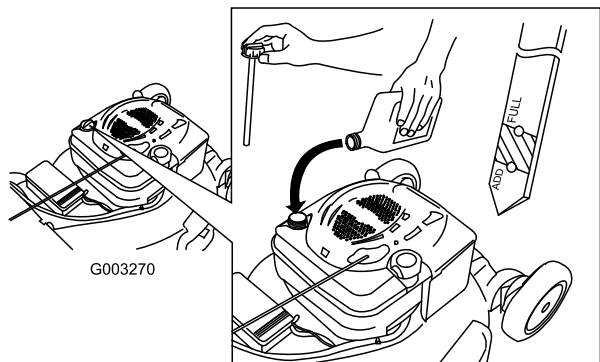

Рисунок 6
- Извлеките масломерный щуп (Рисунок 6).
(Рисунок 6). **Не допускайте переполнения картера.** (Макс. объем масла: 20 унций. (0,59 л), тип: автомобильное моющее масло (SAE 30), имеющее классификацию API: SF, SG, SH, SJ, SL и выше.)